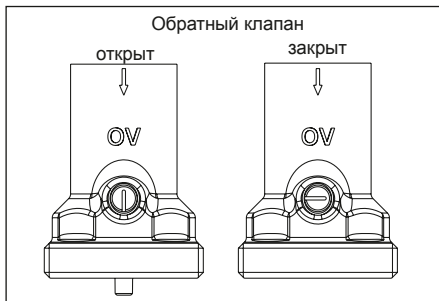

Рис. 7 Положение обратного клапана „Regumat S“
1. Снять переднюю часть изоляции (1).
2. Вытащить накладной блок (2).
3. Вытащить арматурную группу (3) из задней части изоляции (4).
4. Заднюю часть изоляции (4) удерживать вертикально на стене, чтобы использовать ее в качестве шаблона для сверления отверстий (Рис. 7).